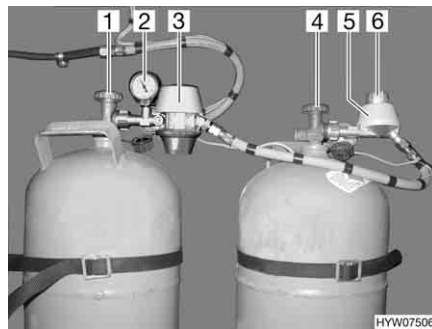
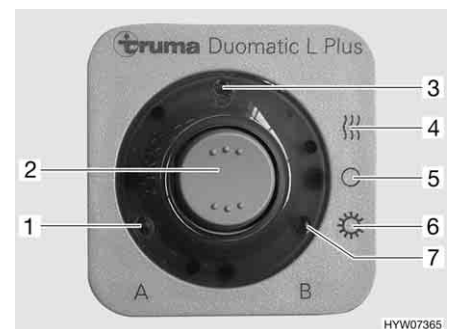

Bild 94 Duomatic-Umschaltanlage
Bild 95 Bedieneinheit
Die Duomatic-Umschaltanlage besteht aus einem Zentralregler (Bild 94,3) und einem Umschaltregler (Bild 94,5). Mit dem Drehknopf (Bild 94,6) am Umschaltregler kann bestimmt werden, welche der Gasflaschen als Betriebsflasche und welche Gasflasche als Reserveflasche verwendet wird.
Das Manometer (Bild 94,2) am Zentralregler zeigt den Druck in der Gasflasche an, nicht den Füllstand der Gasflasche. Mit dem Manometer kann die Gasflasche auf Dichtheit geprüft werden.
An der Bedieneinheit (Bild 95) können nur die elektrischen Funktionen geschaltet werden. Die Haupt-Absperrventile der Gasflaschen (Bild 94,1 und 4) müssen von Hand geöffnet werden.
- Die Haupt-Absperrventile an den Gasflaschen (Bild 94,1 und 4) öffnen.
- Mit dem Drehknopf (Bild 94,6) am Umschaltregler (Bild 94,5) die Gasflasche wählen, der vorrangig das Gas entnommen werden soll (Betriebsflasche).
Wenn der Drehknopf im roten Bereich steht, wird das Gas vorrangig der Gasflasche mit dem Zentralregler (Bild 94,3) entnommen.
Wenn der Drehknopf im grünen Bereich steht, wird das Gas vorrangig der Gasflasche mit dem Umschaltregler (Bild 94,5) entnommen.
- An der Bedieneinheit (Bild 95) die Duomatic-Umschaltanlage einschalten. Dazu den Wippschalter (Bild 95,2) auf Winterbetrieb "Ein und Heizen" (Bild 95,4) oder auf Sommerbetrieb "Ein" (Bild 95,6) stellen. Beide Gasdruckregler sind jetzt entlüftet. Die Betriebsanzeige (Bild 95,3) leuchtet.
- Den Wippschalter (Bild 95,2) auf "O" (Bild 95,5) stellen. Die Betriebsanzeige (Bild 95,3) erlischt.
- Die Haupt-Absperrventile an den Gasflaschen (Bild 94,1 und 4) schließen.
Die Kontroll-Leuchten an der Bedieneinheit (Bild 95) signalisieren im Fahrzeuginneren, ob die Gasflaschen betriebsbereit sind.
- Kontroll-Leuchte "A" (Bild 95,1): Gasflasche am Zentralregler
- Kontroll-Leuchte "B" (Bild 95,7): Gasflasche am Umschaltregler